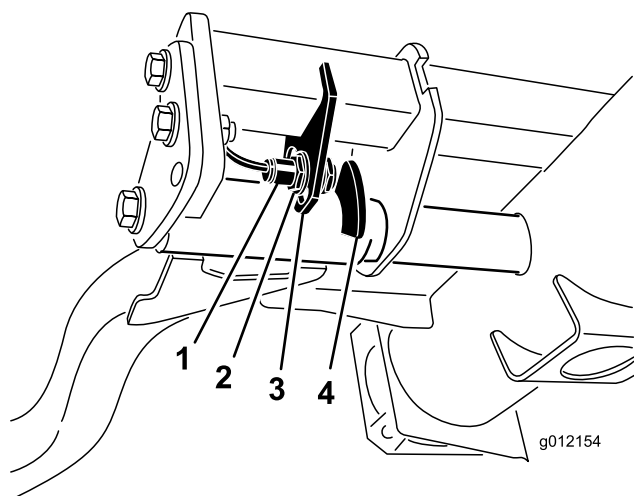

Figura 42
2. L'interruttore del braccio di sollevamento è situato sotto il serbatoio idraulico, dietro il braccio di sollevamento anteriore destro (Figura 42).
3. Allentate il dado di fissaggio dell'interruttore (Figura 42) e abbassate l'interruttore nella scanalatura di regolazione per aumentare l'altezza d'inversione